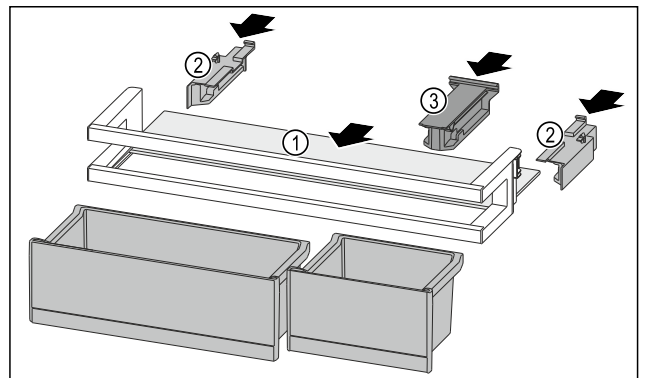

Fig. 88
- Introduzca el estante Fig. 88 (1) en los huecos laterales.
- Inserte las partes laterales Fig. 88 (2).
- Inserte la pieza de retención Fig. 88 (3).